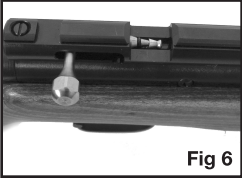

Fig 6
- Con el cerrojo en posición trasera, coloque un diábolo, con la nariz por delante, en el puerto de carga (recámara) (vea la fig. 6). Se trata de un rifle de aire de diábolos de disparo único. No